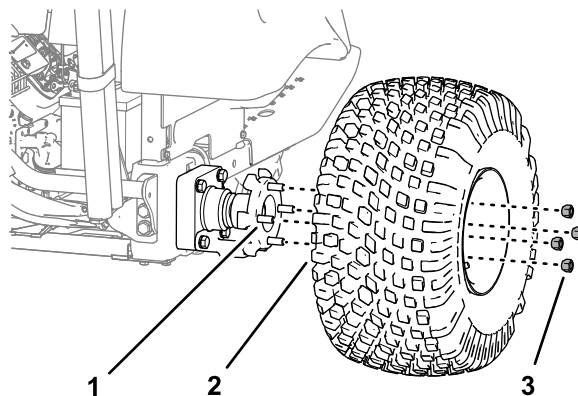

図 29
2. ホイールをハブに固定しているホイールナット4個を外してホイールとタイヤを取り外す 図 29。
7. ホイールハブのスタッドにホイールとタイヤを組み付ける 図 29ステップ2で外したホイールナット4個を使用し、ナットを手締めする。